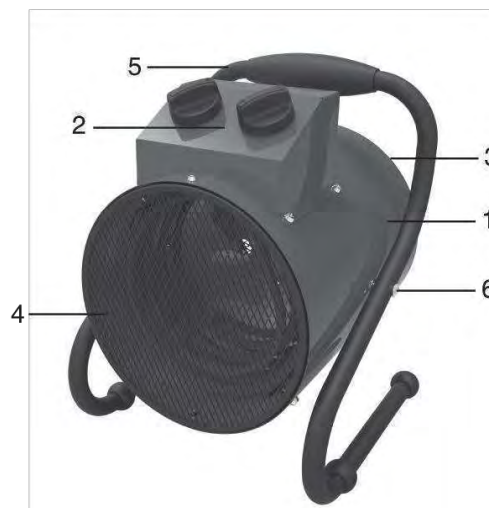

Рис. 1. Устройство прибора
Несущая конструкция тепловентилятора (см. рис.1) состоит из корпуса (1), изготовленного из листовой стали и имеющего цилиндрическую форму. В корпусе размещены вентилятор и трубчатые электронагревательные элементы. Снаружи корпуса расположен блок управления (2). Корпус, закрытый воздухозаборной (3) и воздуховыпускной (4) решетками, винтами устанавливается к ручке-подставке (5) и имеет возможность поворота в вертикальной плоскости. Угол поворота фиксируется винтами (6). Вентилятор затягивает воздух через отверстия воздухозаборной решетки. Воздушный поток, втянутый вентилятором в корпус, проходя между петлями трубчатых электронагревательных элементов, нагревается и подается в помещение через отверстия воздуховыпускной решетки.